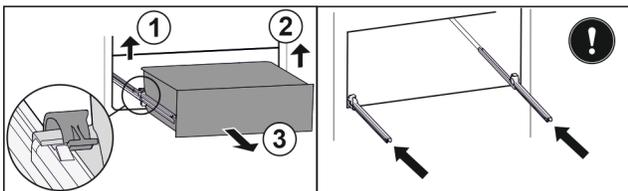

Fig. 92
- ▶ Soulever la bride gauche et tirer dans le même temps la partie gauche du tiroir vers l'avant. Fig. 92 (1)
- ▶ Soulever la bride droite et tirer dans le même temps la partie droite du tiroir vers l'avant. Fig. 92 (2)
- ▶ Retirer le tiroir par l'avant. Fig. 92 (3)